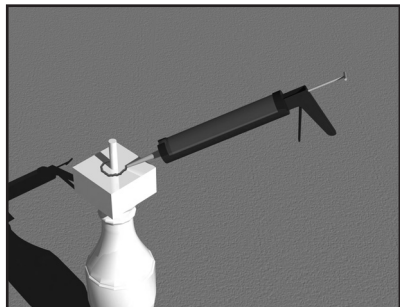

図 7A
- B)** 手摺子の上下両端にウレタン系接着剤を幅6mm程図のようにつけます。作業は、手摺子ひとつづつ行っていきます (図 7A)。